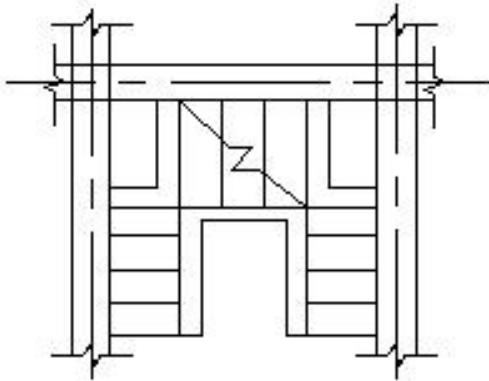

图 4-5 填充前效果
本例将对如图 4-5 所示的二层楼梯平面图进行图案填充, 填充图案为 line, 填充角度
4. 单击“拾取点”按钮 , 切换到绘图区, 制定填充区域。在图 4-5 中, 分别在 7